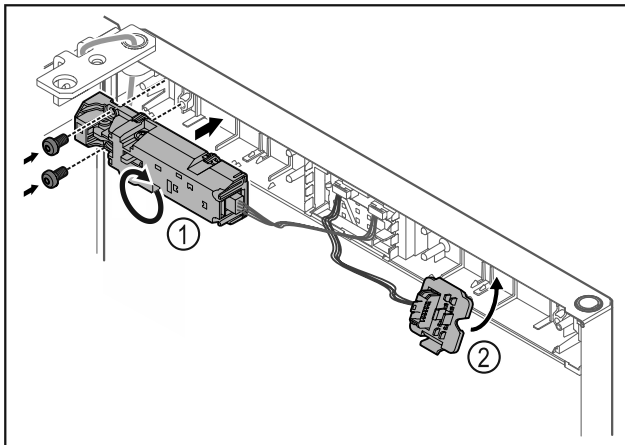

Fig. 21
- Rrotulloni bravën me veprim distanca Fig. 21 (1) me 180° dhe mbërthejeni në anën tjetër.
- Mbërtheni mbajtësen e spinës Fig. 21 (2) në anën tjetër.